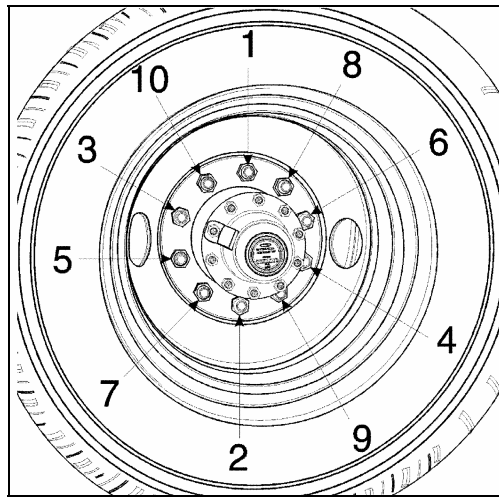

FIGURE 4 : ORDRE DE SERRAGE
22. Visser les écrous hexagonaux (voir la figure 4 pour la séquence) pour que la roue se positionne de façon concentrique sur le moyeu. Ceci est important pour s'assurer que la roue restera droite. Serrer à la main les écrous pour positionner correctement la roue.
23. Serrer les écrous progressivement tel que montré à la figure 4. Le serrage final doit être effectué à l'aide d'une clé dynamométrique. Serrer les écrous à un couple de 610 – 680 N·m (450 – 500 lbf·pi) pour les roues en aluminium ou en acier.